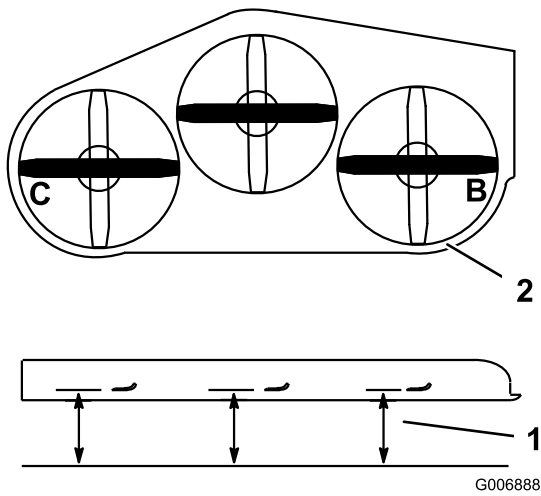

Figure 76
1. Tournez la lame **droite** latéralement (Figure 76).
2. Mesurez la distance au point **B** entre la surface plane et le tranchant de la pointe de la lame droite (Figure 76).
4. Tournez la lame gauche dans le sens transversal (Figure 76).
5. Mesurez la distance au point **C** entre la surface plane et le tranchant de la pointe de la lame gauche (Figure 76).